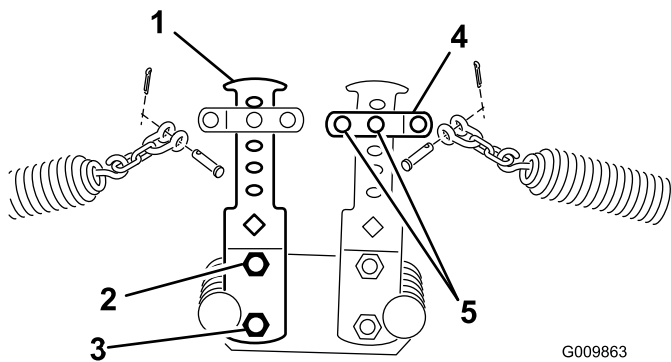
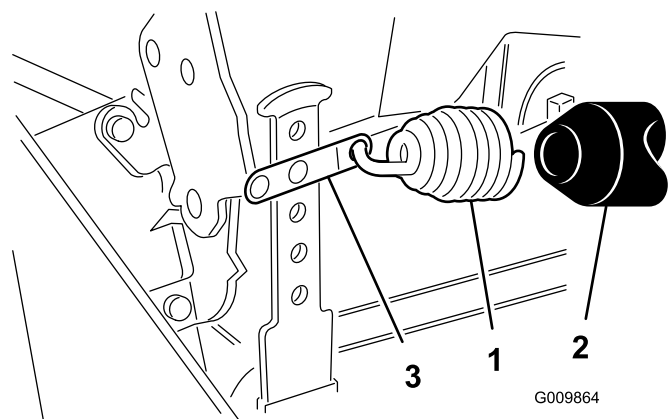

Figura 15
Figura 16
4. Fixe a outra extremidade da mola no furo adequado (ver abaixo) nos braços de contrapeso dianteiro e traseiro (Figura 15 e Figura 16) com o aro de mola com a corrente, manilha, pino de segurança e contrapeso.